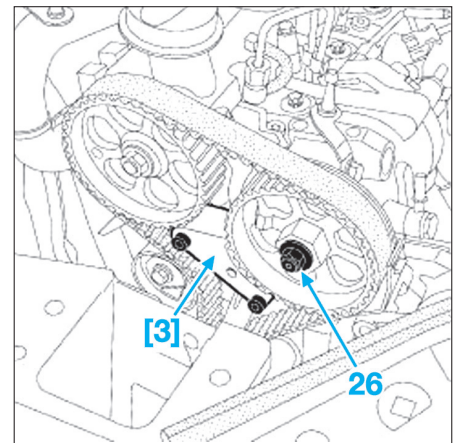

Fig. 51
- Mettre en place puis fixer l'outil [3] sur la culasse (Fig.51).